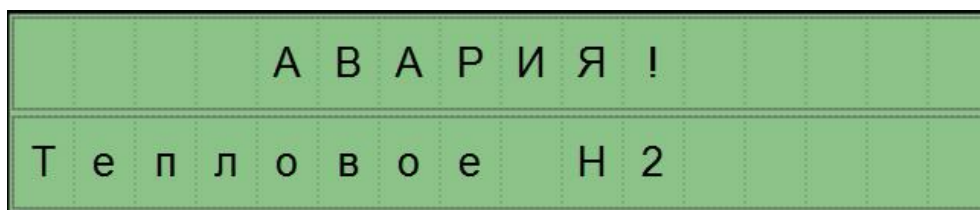

Рисунок 7.
7. Экран аварии, рисунок 7, позволяет просмотреть последнее зафиксированное ПР200 аварийное сообщение. Экран появляется автоматически при возникновении аварийной ситуации и не уходит до сброса аварии (сброс происходит путем перевода переключателя на двери в положение стоп). После сброса для возврата на главный экран необходимо нажать клавишу «ESC».